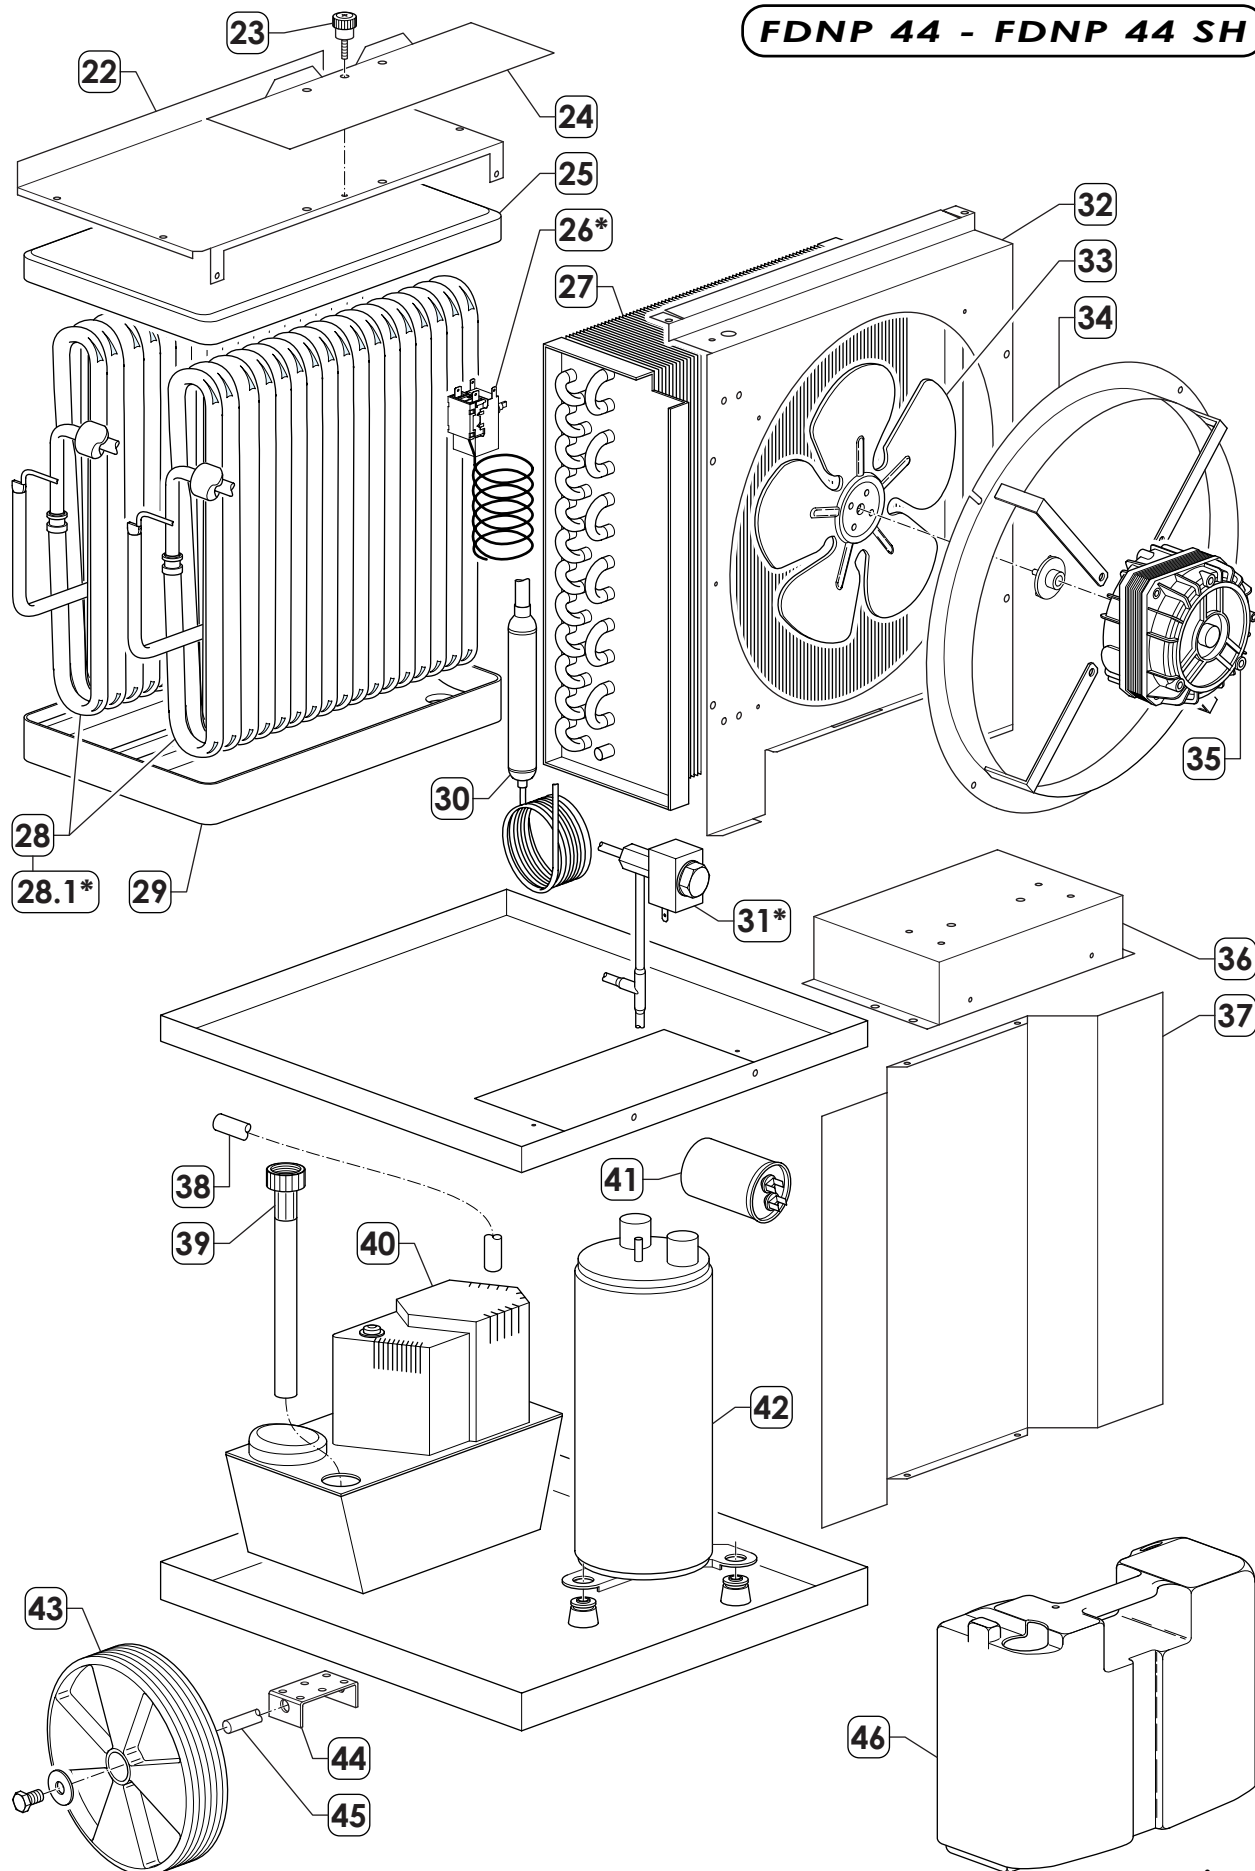

Fig. 2
I figur 1 sugs luften in genom avfuktarens baksida, genom filtret (1), vidare genom kylbatteriet (förångaren) av aluminium (2), för att sedan blåsas ut genom värmeväxlaren (kondensorn) (3). Den motordrivna fläkten (4) blåser ut luften i rummet, genom gallret i avfuktarens framsida: Det kondenserade vattnet samlas in i tanken (5). En mikrobrytare (6) stänger av avfuktaren när vattennivån i tanken blir så hög att flottören aktiverar switchen. Hygrostaten (7) startar avfuktaren när fuktigheten passerar ett förinställt värde. En elektronisk krets (8) styr avfrostningen och hindrar kompressorn (9) från att starta och stoppa upprepade gånger med för kort intervall, genom att lägga in en fördröjning för varje ny start. Vissa modeller har ett annat system för stopp vid hög vattennivå, ett s k gravitationssystem (fig. 2) i stället för en flottör.